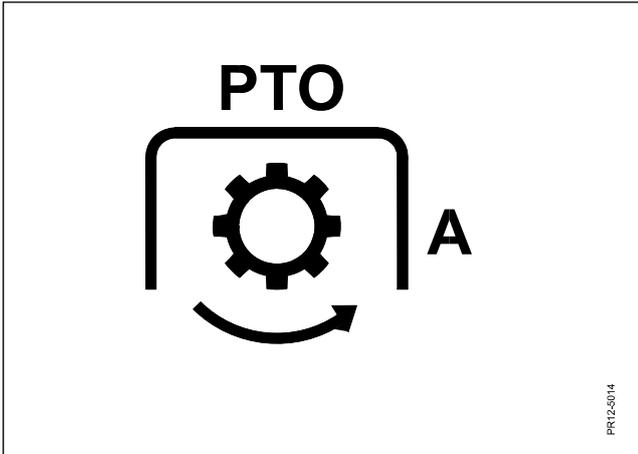

Fig. 2-1
- Fig. 2-1** Die Maschine ist zu einer Zapfwellengeschwindigkeit vom Schlepper von **1000 Umdrehungen pro Minute** konstruiert und passend für Schlepper, wo die Drehrichtung gegen den Uhrzeigersinn (counter clockwise) **A** ist, wenn man auf die Front des Schleppers sieht.